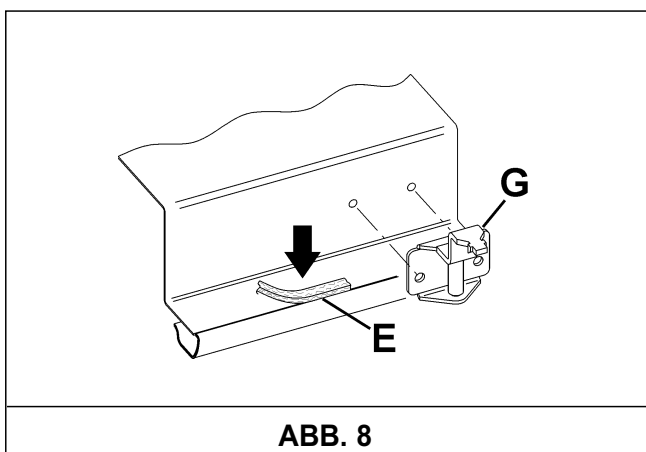

ABB. 8
- Die Kochmulde umkippen, den Dichtungsstreifen von seinem Klebeband trennen, wobei sicherzustellen ist, dass der durchsichtige Schutz dabei nicht von der Dichtung entfernt wird. Die Dichtung "E" korrekt unter der Kante der Kochmulde positionieren (Abb. 8), und zwar so, dass die Außenseite der Dichtung perfekt auf dem Rahmen der Kochmulde aufliegt. Die Enden der Streifen müssen aufeinander treffen ohne sich zu überlappen.